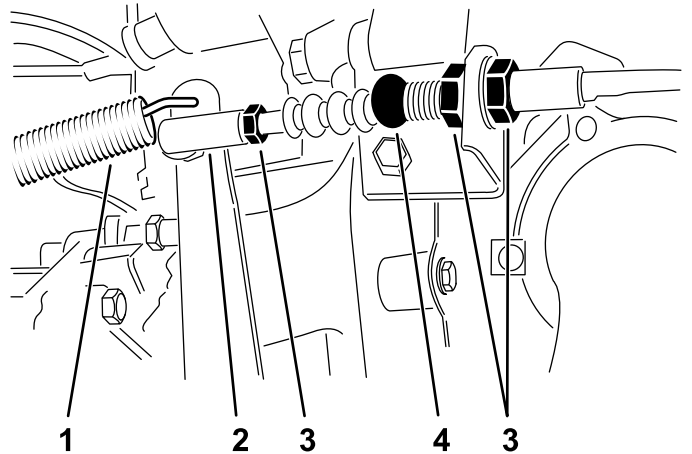

Figura 57
1. Afloje las contratueras que fijan el cable del embrague al soporte de la carcasa (Figura 57).